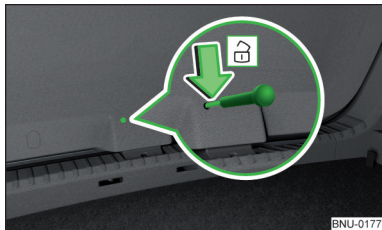

Fig. 326
- › Introduceți în orificiul din capitonajul capotei » fig. 326 o șurubelniță sau o altă unealtă asemănătoare, până la capăt.